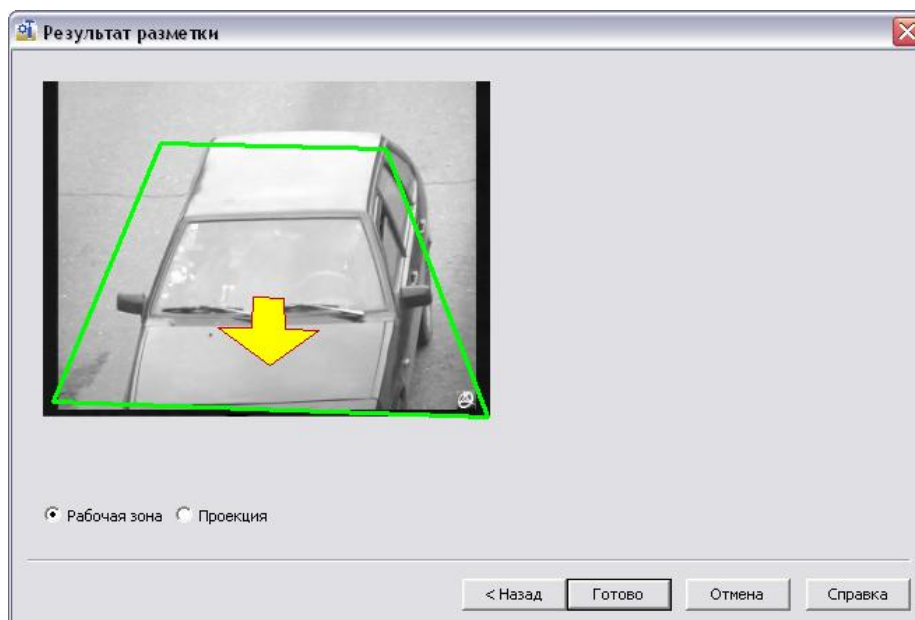

Рис. 7.4-9. Результат разметки дороги
9. После выполнения указанных откроется окно «Результат разметки» (Рис. 7.4-9).